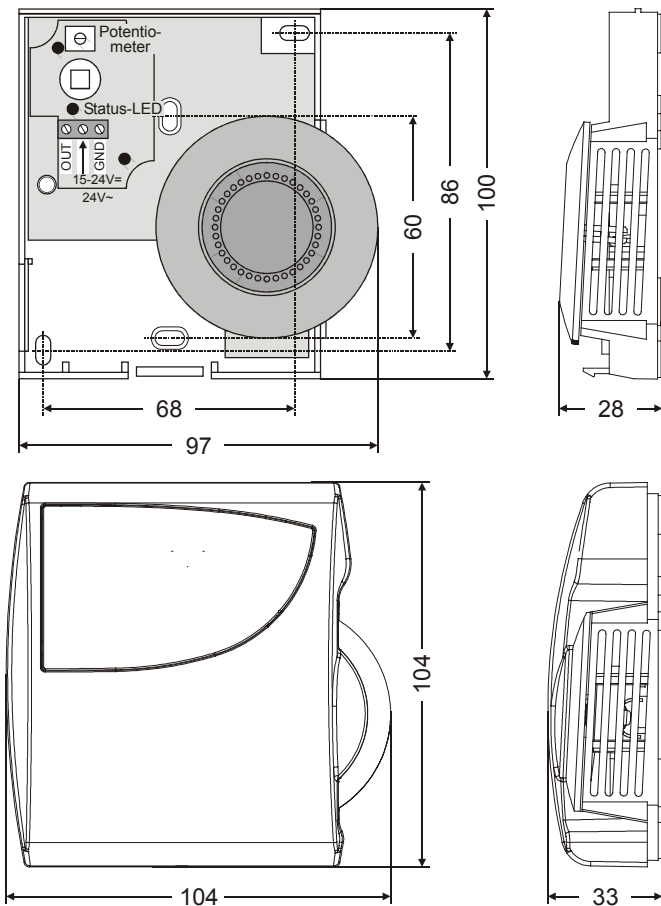

Abb. 3. Abmessungen, Montagebohrungen (mm)
Gewicht / Maße	ca. 125 g / siehe Abb. 3
2. Montieren Sie das Gerät auf der Unterputzdose oder bohren Sie Befestigungslöcher gemäß Abb. 3 und das Gerät mit geeigneten Schrauben montieren.
- b) Führen Sie die Drähte in die gewünschte Klemme ein (siehe Abb. 3) und drehen Sie die Schraube fest.